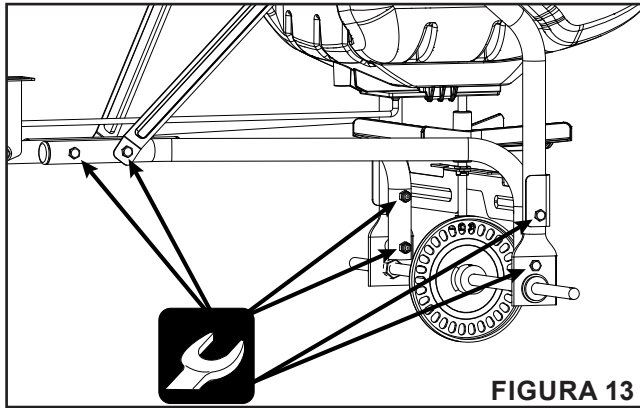

FIGURA 13
1. Alinear los aparatos de tolva (5) con el agujero inferior en el conjunto superior de agujeros en los tubos de tolva (8).
2. Sujete los refuerzos de la tolva (5) a los tubos de la tolva utilizando dos pernos hexagonales (D) de 1/4" x 1-3/4", arandelas de 1/4" (L), arandelas de nylon (N) y tuercas de seguridad nylock (M) de 1/4".
Paso 13: (Véase la Figura 13)